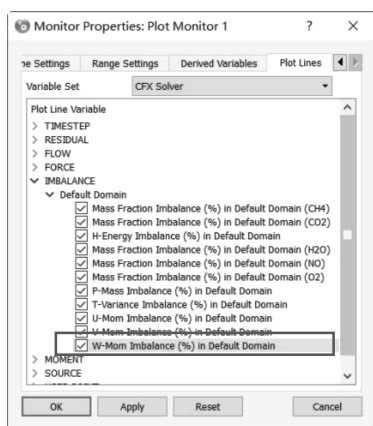
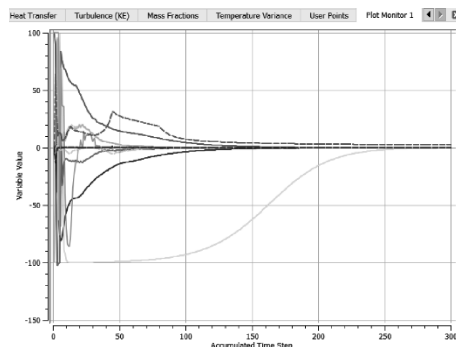

图 11-110 不平衡监测属性设置
图 11-111 不平衡残差收敛曲线
- (1) 单击【File】→【Close CFX-Pre】退出环境，然后回到 Workbench 主界面。
- (2) 右键单击【Solution】→【Edit】，当【Solver Manager】弹出时，选择【Double Precision】，【Parallel Environment】→【Run Mode】= Platform MPI Local Parallel，Partitions 为 8（根据计算机 CPU 核数定），其他设置默认，在【Define Run】面板上单击【Start Run】运行求解。
- (3) 当求解结束后，系统会自动弹出提示窗，单击【OK】。
- (4) 查看监控曲线：在 CFX-Solver Manager 环境界面中，单击【Workspace】→【New Monitor】，名称默认，单击【OK】，在监控属性对话框中单击【IMBALANCE】→【Default Domain】，然后选择所有，单击【OK】确定，如图 11-110 所示。可以看到不平衡残差收敛曲线，如图 11-111 所示。